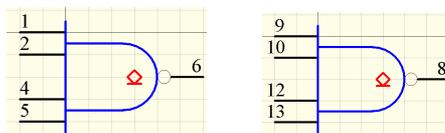

图 5-53 四与非门元件
3. 绘制如图 5-53 所示的元件图。这两个元件是一个复合封装元件的两部分，其共有的电源为：引脚 14 是 VCC，引脚 7 是 GND。